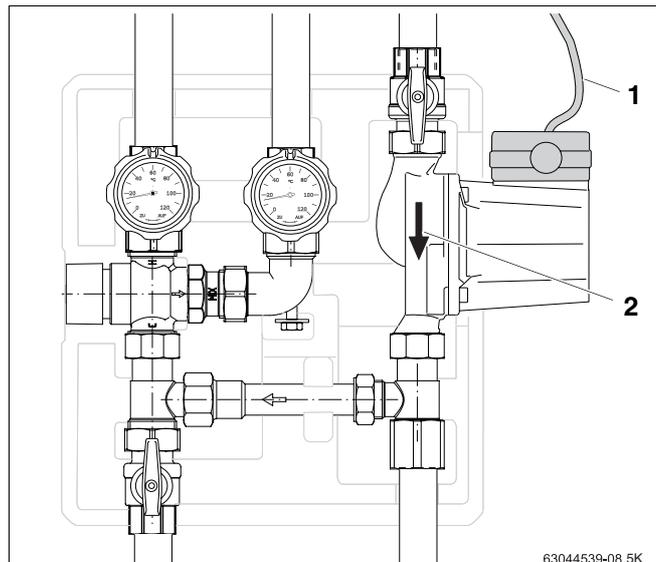

Abb. 7 Mischgruppe elektrisch anschließen
- Nach Schaltplan des Regelgerätes die Netzan-schlussleitung (Abb. 7, **Pos. 1**) von der Zirkulationspumpe an das Regelgerät anschließen.